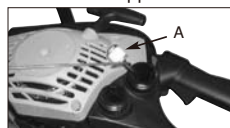

Bild. 16
- Heben Sie den Filter (A) aus dem Tank heraus (Bild. 16).